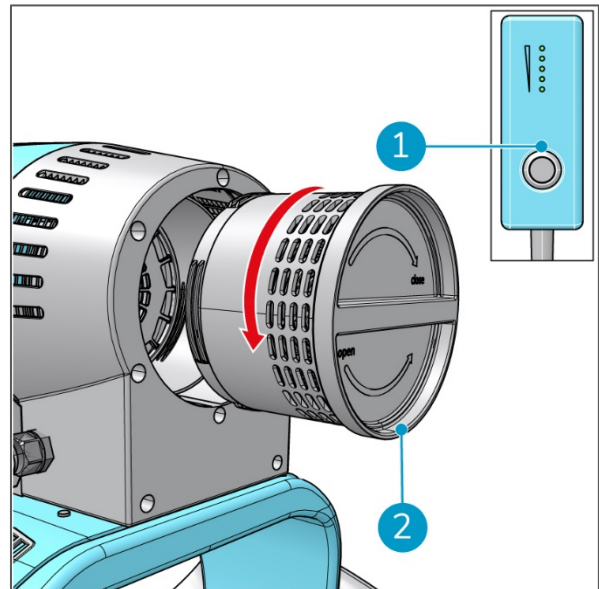

Figura 26
1. Apaga la i-move 2.5B® con el interruptor ON/OFF (Figura 26, pos. 1).
3. Gira el alojamiento del filtro (Figura 26, pos. 2) en sentido antihorario para retirarlo de la parte inferior de la i-move 2.5B.